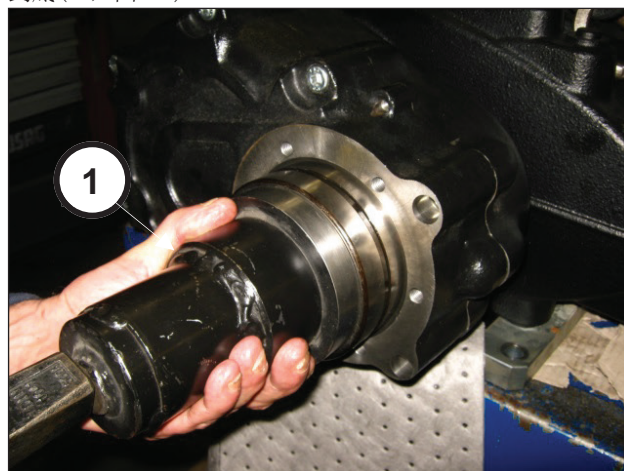
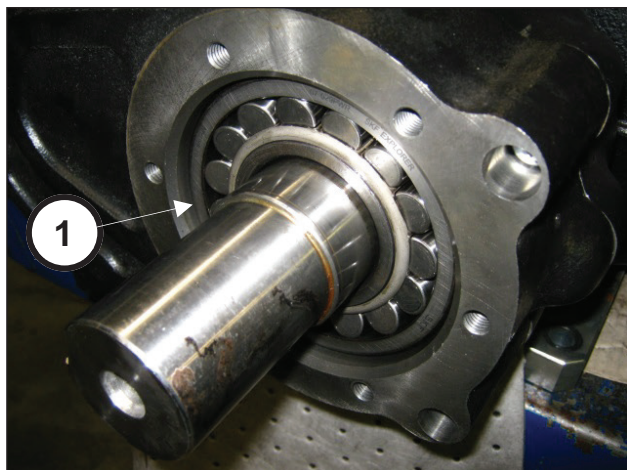

图 88
图 89
使用代码为 27884700 的工具 (①, 图 88), 将轴承插入到底 (①, 图 89)。